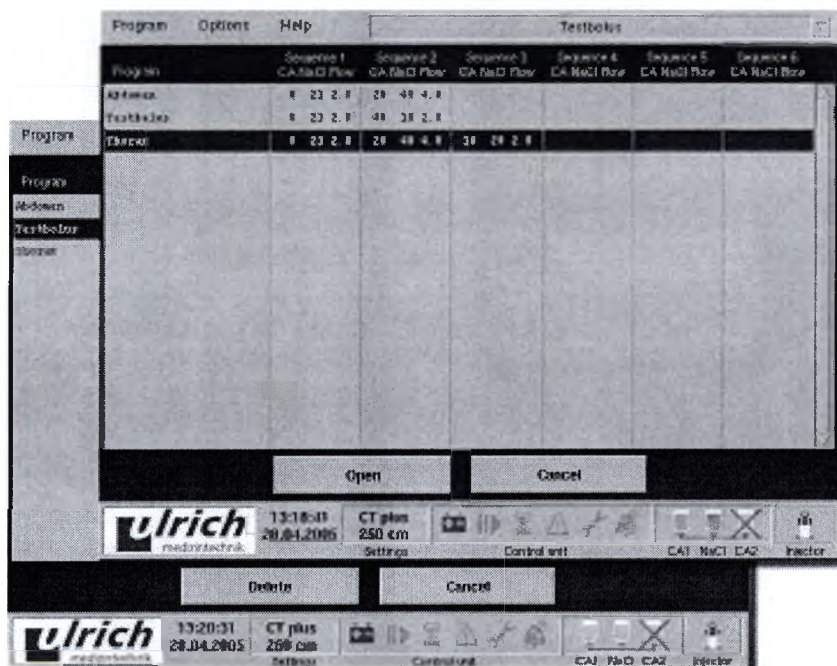

Рис. 7-6 Открытие или удаление программы
- Строка меню „Program“ («Программа») ► „Open“ («Открыть») В виде таблицы отображается обзор сохраненных программ с параметрами инъекции (Рис. 7-6а). Щелчком мыши выбрать программу (строка маркируется синим цветом). Щелкнуть кнопку „Open“ («Открыть»).